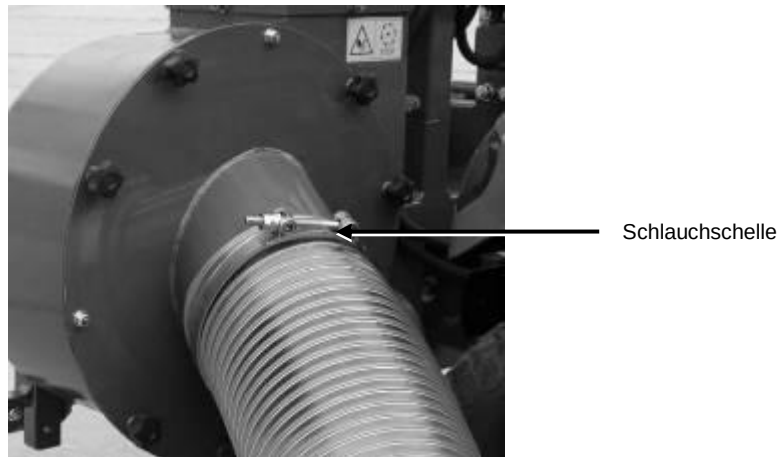

Bild 33: Saugschlauch an Turbinendeckel
6. Lösen Sie den Saugschlauch vom Stutzen am CLS, indem Sie die entsprechende Schlauchschelle lösen (siehe Bild 33).